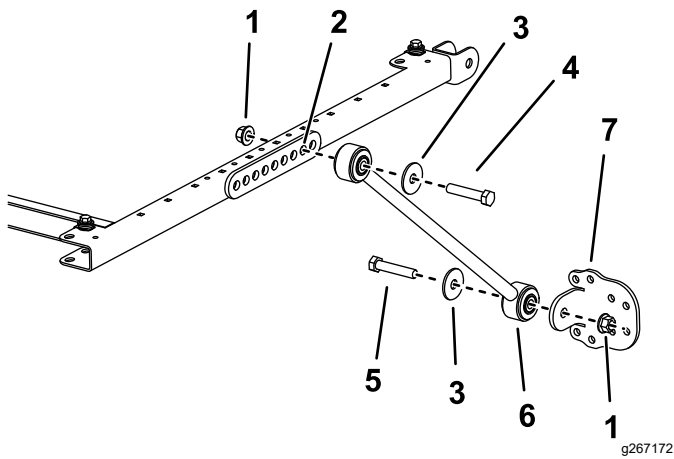

Bild 5
5. Befestigen Sie an jeder Seite des Sonnendachrahmens eine Strebe mit einer Schraube ($\frac{1}{2}$ " x $2\frac{3}{4}$ "), einer Scheibe ($\frac{1}{2}$ "), und einer Bundmutter ($\frac{1}{2}$ ") lose im zweiten Loch der Strebenbefestigung, wie in **Bild 5** abgebildet.
6. Befestigen Sie eine Strebenhalterung mit einer Schraube (1/2" x 2 1/2"), einer Scheibe (1/2") und einer Bundmutter (1/2") an jeder Strebe, wie in Bild 5 abgebildet.